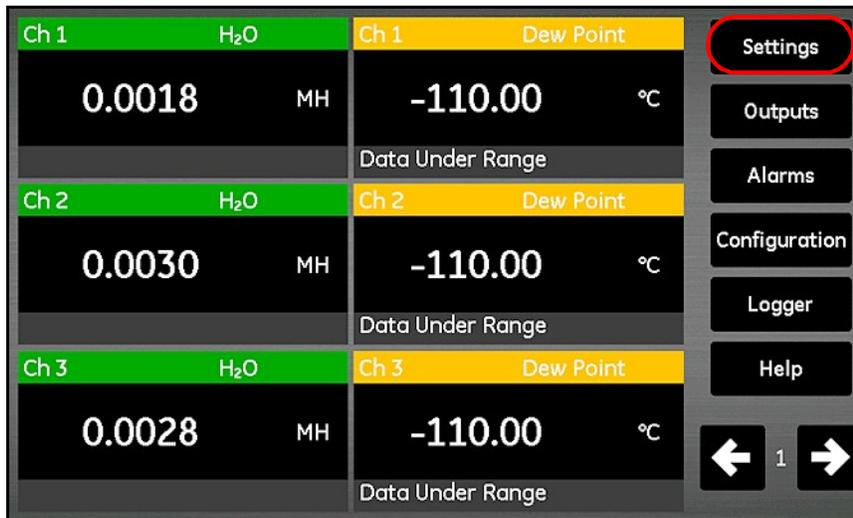

Abbildung 93: Schaltfläche „Einstellungen“ im Hauptbildschirm
3. Tippen Sie im Hauptbildschirm auf die Schaltfläche **Einstellungen** (siehe *Abbildung 93* unten).